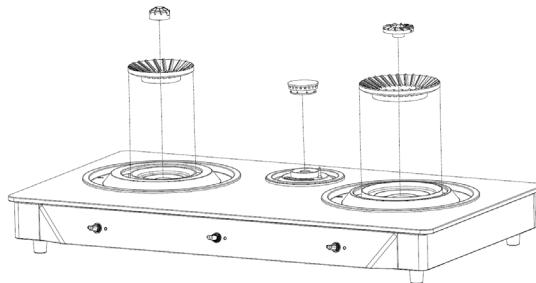

Abbildung 2
- Prüfen und justieren Sie die Brennerkappe und den Brenner, bis sie übereinstimmen (siehe Abbildung 2).